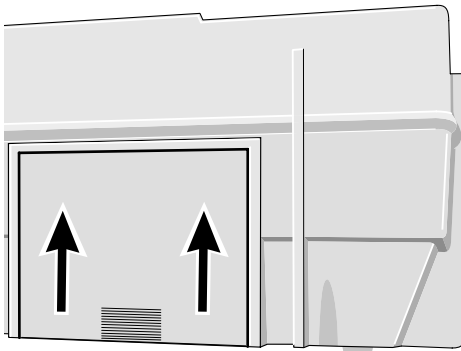

Bild 3-3. Einsetzen der Batterie
- \* Prüfen Sie, ob eine Batterie eingesetzt ist (Bild 3-3).